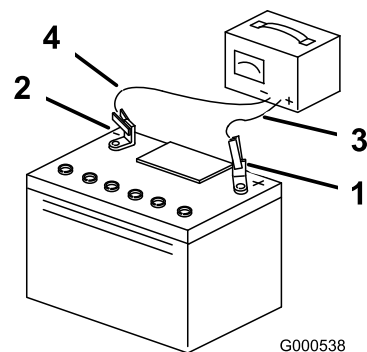

Figura 42
- Cuando la batería esté completamente cargada, desconecte el cargador de la toma de electricidad, luego desconecte los cables del cargador de los bornes de la batería (Figura 42).